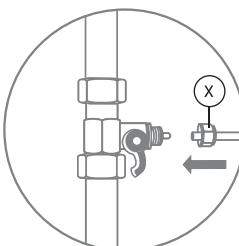
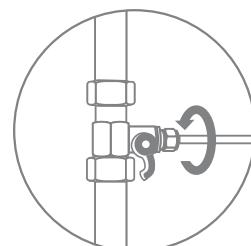

Рис. 7
Рис. 8
- В гайку (Х) проденьте пластиковую трубку (рис. 7). Конец трубы наденьте на штуцер адаптер-вентиля до упора и плотно накрутите гайку (рис. 8).